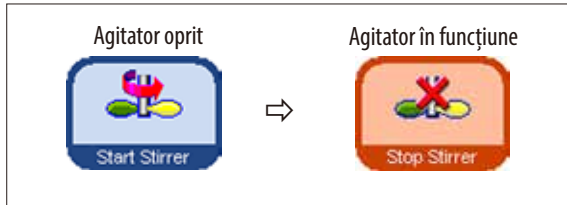

Fig. 131
- Agitatorul poate fi pornit și oprit din nou. Atunci când butonul este colorat în portocaliu, agitatorul funcționează (Fig. 131).